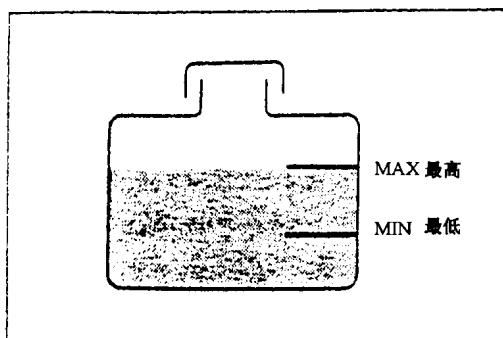

图 1-11
(10) 拆卸储液箱, 排出冷却液, 然后清洗储液箱。
(11) 将冷却液加注至储液箱的“MAX”面, 见图 1-11。